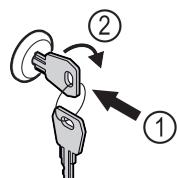

Fig. 167 Примерно изображение
- Пъхнете ключа Fig. 167 (1).
- Завъртете го на 90° по посока на часовниковата стрелка Fig. 167 (2).
- Завъртете го на 90° обратно на часовниковата стрелка Fig. 167 (2).